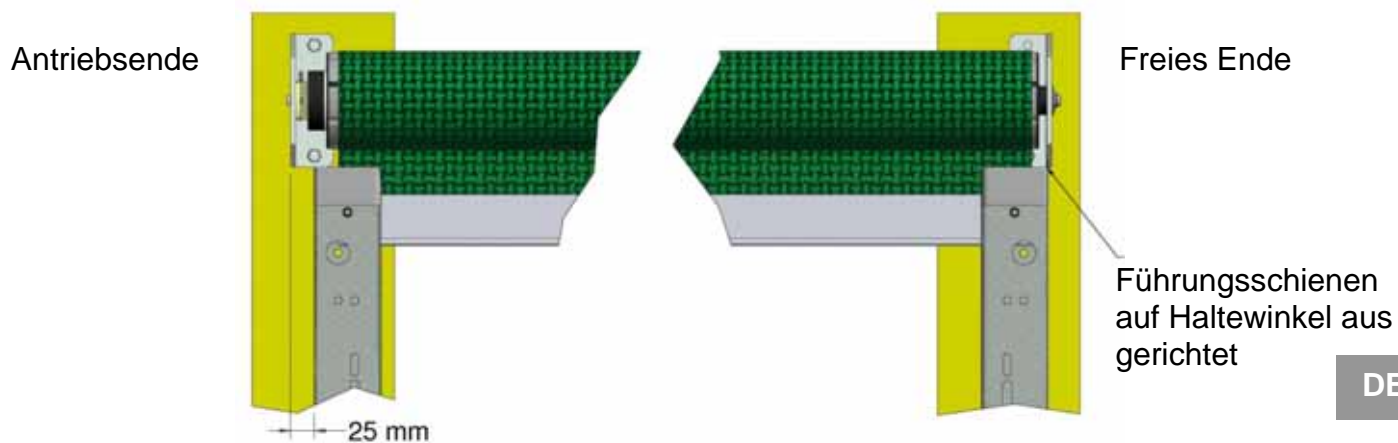

Abb. 9a – Ausrichtung der Führungsschienen
8. Die Führungsschienen werden so angebracht, dass die Führungsschiene am freien Ende mit dem Haltewinkel (E1) an der Gebäudewand plan ausgerichtet befestigt und die antriebsseitige Führungsschiene um 20mm versetzt von dem Motorhaltewinkel (F1) wie in Abb. 9a gezeigt angebracht wird. Die abgeschnittenen Enden der Führungsschienen werden neben den Halterungen an der Gebäudewand angebracht.